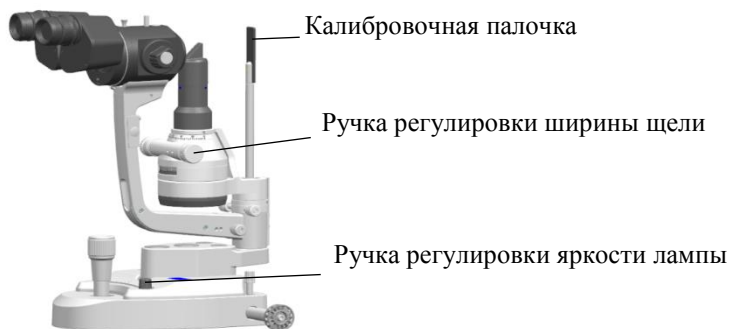
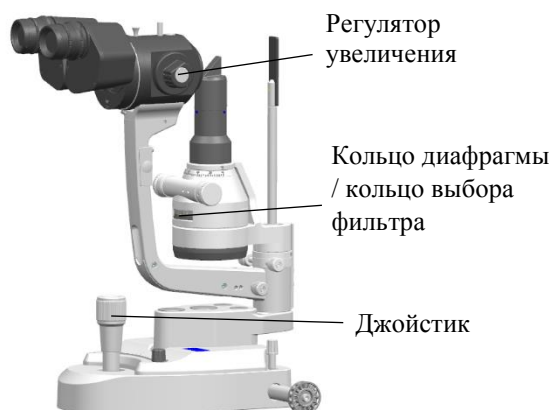

Рис. 18.12
Рис. 18.13
- ①
- ② Данный прибор поставляется с трехжильным кабелем питания. Пожалуйста, подключайте к розетке с заземлением.
- ③ Вставьте калибровочную палочку, поверните ручку регулировки ширины щели (см. рис. 18.12), на черной плоскости калибровочной палочки должно быть видно пятно света, и поверните ручку регулировки яркости, яркость освещения должна измениться.
- ④ Проверьте лампочку фиксации взгляда, чтобы убедиться, что она исправна.
- ⑤ Проверьте, нормально ли работают движущиеся части, такие как регулятор увеличения микроскопа, кольцо регулировки диафрагмы/ кольцо выбора фильтра и джойстик (см. рис. 18.13).